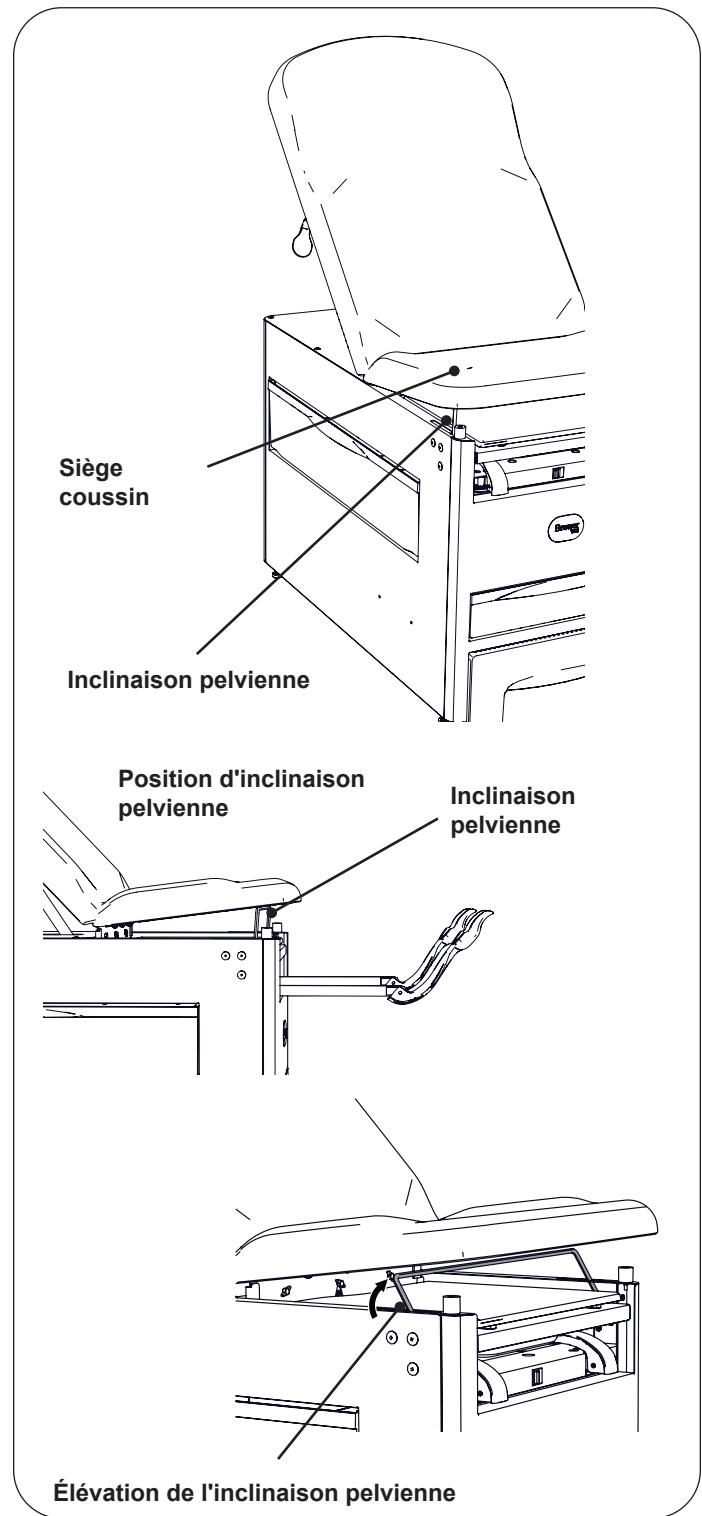

Figure 16. Barre de soutien pour l'inclinaison pelvienne
1. Soulevez le bord avant du siège coussin (Figure 16). Faites pivoter la barre de support d'inclinaison pelvienne vers le haut jusqu'à sa position complètement vertibloc.